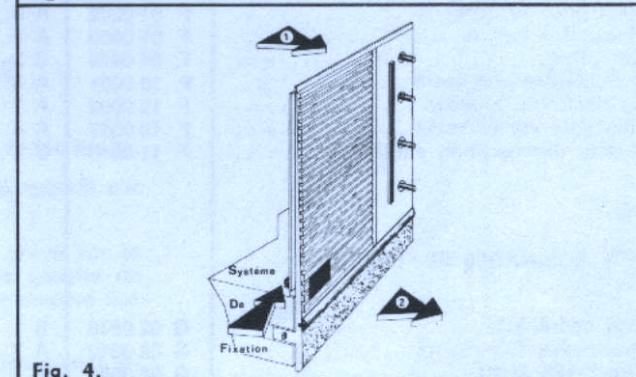

Fig. 4.
- Tirer légèrement le haut du panneau avant comme indiqué par la flèche 1 (fig. 4), pour débloquer le système de fixation.